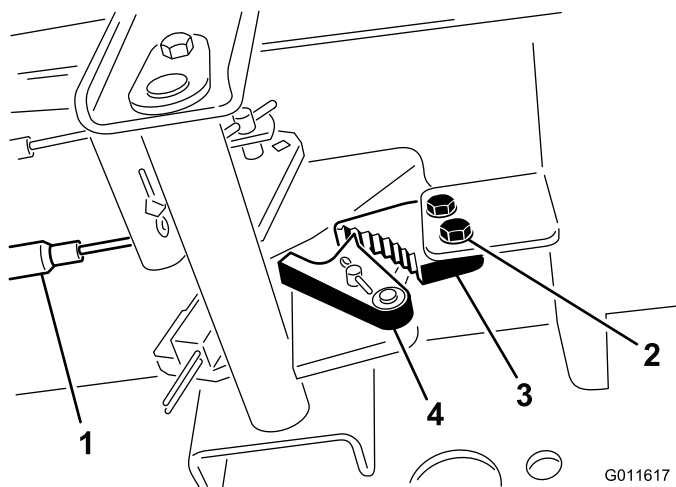

Figure 71
1. Desserrez les 2 vis qui fixent le cliquet du frein de stationnement au cadre (Figure 71).
2. Appuyez sur l'avant de la pédale du frein de stationnement jusqu'à ce que le verrou s'engage complètement sur le cliquet du frein (Figure 71).